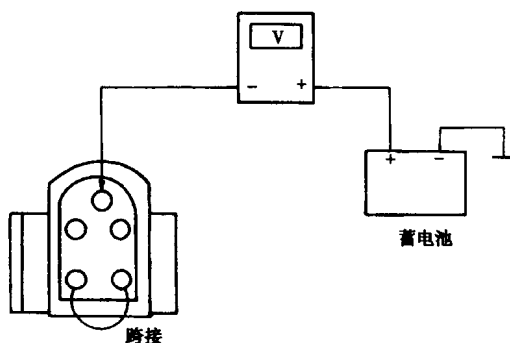

图 1-1-2 5PIN 诊断座
- (1)将诊断座的下 2 个孔利用跨接线跨接(图 1-1-2)。
- (2)连接电表的负极线至诊断座上方输出端,正极线接至蓄电池正极(图 1-1-2)。
- (3)将点火开关 KEY-ON,此时观察其数值变动或指针摆动来读取其故障码。